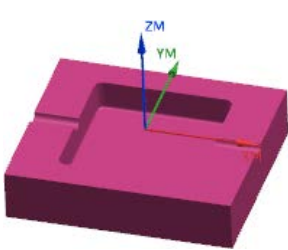

图 10.4 部件几何体
Step3. 在图形区中选择整个零件为部件几何体, 如图 10.4 所示。在“部件几何体”对话框中单击 **确定** 按钮, 完成部件几何体的创建, 同时系统返回到“工件”对话框。